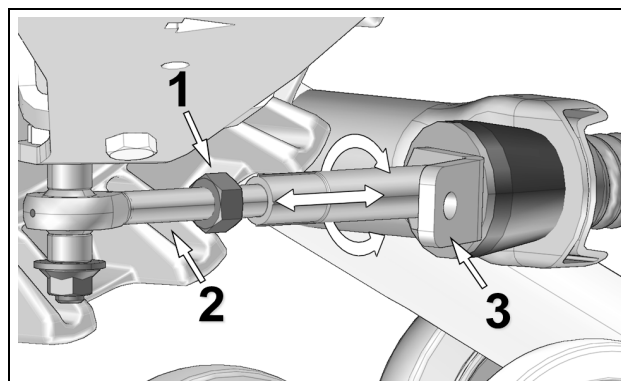

Figure 6
- Desserrer le contre-écrou (1) de l'embout à rotule. Ajuster la longueur de l'embout (2) en tournant le support de limiteur de conduite (3) au bras stabilisateur à l'aide d'une clé jusqu'à l'obtention de l'ajustement de **270 mm** entre la barre plate et le sol. Figure 6.
*NOTE:* Aux systèmes avant, la partie pliée du support de limiteur de conduite (3) doit être positionnée vers l'intérieur du véhicule.